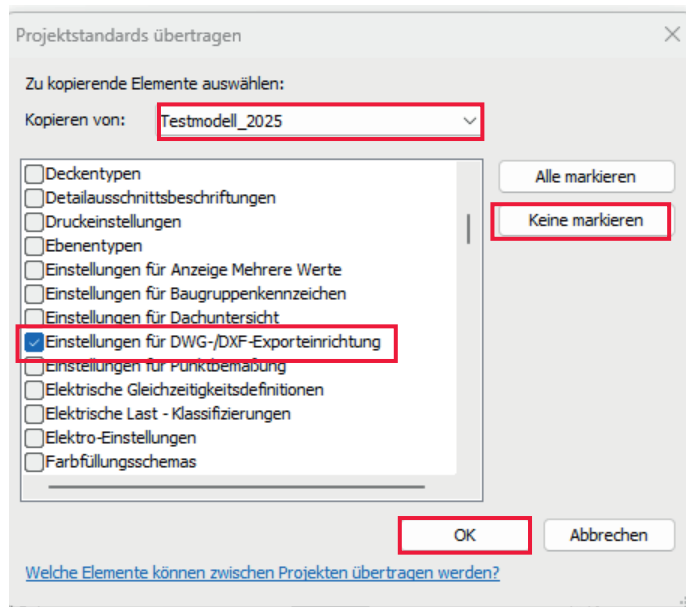

Abb.14: Projektstandards übertragen
- Klicken Sie auf **OK**, um die Exporteinstellungen zu importieren. (Abb.14)